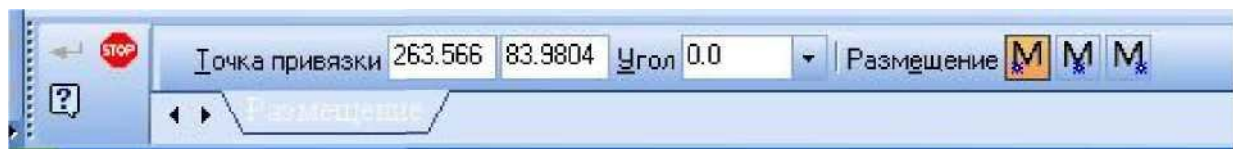

Рисунок 4.36 – Вигляд «Панель свойств»
– Кнопка «Ввод текста». При введенні цієї команди з'являється зображення «Панели свойств» (рис. 4.36). Вказавши графічним курсором на робочому полі положення початкової точки тексту, фіксуємо його натисканням ЛКМ.